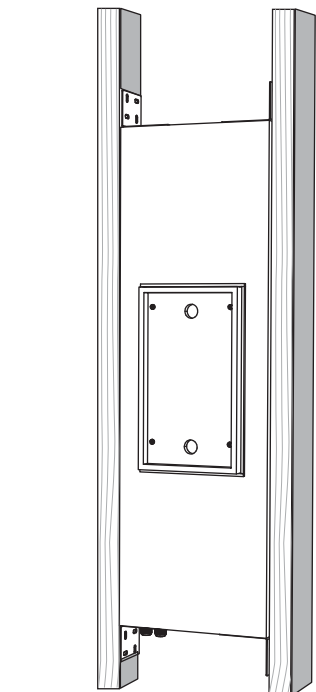

图 2 将后罐安装到支架上
4. 在助手的帮助下, 小心地提起支架之间的后盖 (图 2), 电缆入口在底部。